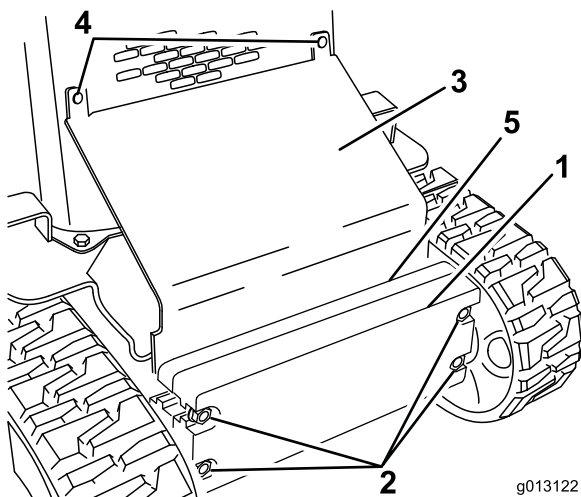

Figura 27
2. Allentate i bulloni di fissaggio dei pesi (Figura 27).
3. Rimuovete i bulloni a testa tonda e i dadi che fissano la piastra inclinata (Figura 27).
10. Fate scorrere la piastra inclinata tra il telaio e i pesi; fissatela alla griglia anteriore con i bulloni a testa tonda e i dadi precedentemente rimossi (Figura 27).
11. Serrate i bulloni di fissaggio dei pesi anteriori (Figura 27).